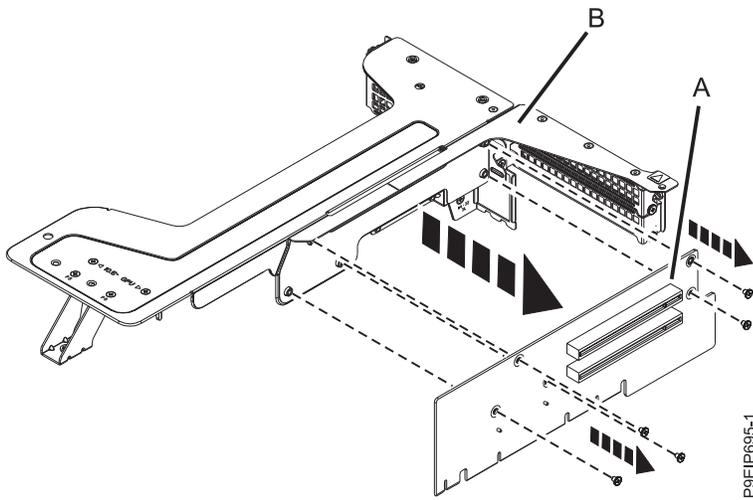

図 47. 位置 1 のライザー・カードの取り外し
- i. 位置 1 のライザー・カードの取り替えが必要になった場合、ライザー・カードをライザー・サポートから取り外します。ライザー・カード (A) をライザー・サポート (B) に固定している 5 本のねじを取り外します (48 ページの図 47 を参照)。